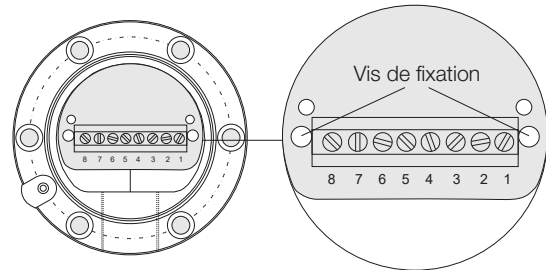

Fig. 4-6 : Boîtier typique avec bornier de raccordement, affectation des broches
4. Enlever les deux vis de fixation (voir Fig. 4-6) du module électronique.